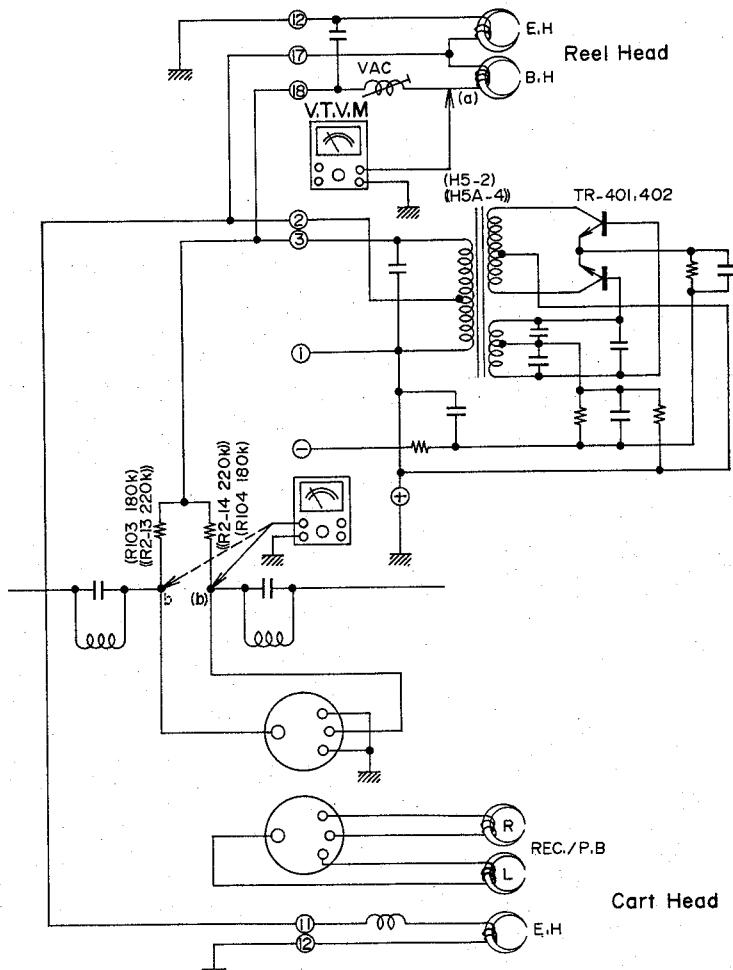

Fig. 2
a) Reel (See Fig. 2)
b) Cartridge (See Fig. 2)